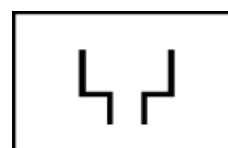

Fig.40
- 3- Durant la phase de vidange d'eau s'affiche le symbole de vidange. (Fig.40)